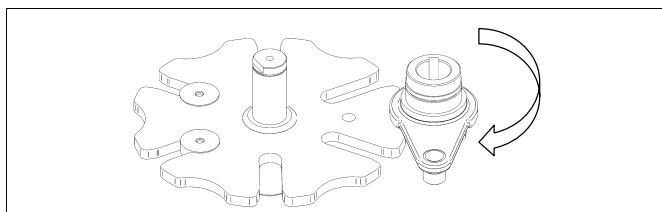

рис. 112
15)Перед установкой головки устройства ПБВ поверните рычаг мальтийской шестерни из положения наладки на 90° внутрь (рис. 112).